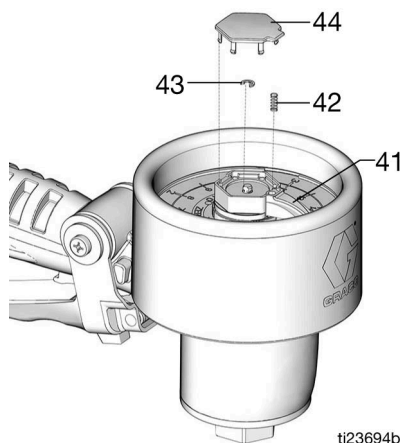

FIG. 14
2. Rimuovere il coperchio (44), l'anello d'arresto piccolo (43), il perno del puntatore (41) e la molla del puntatore (42) (FIG. 14).